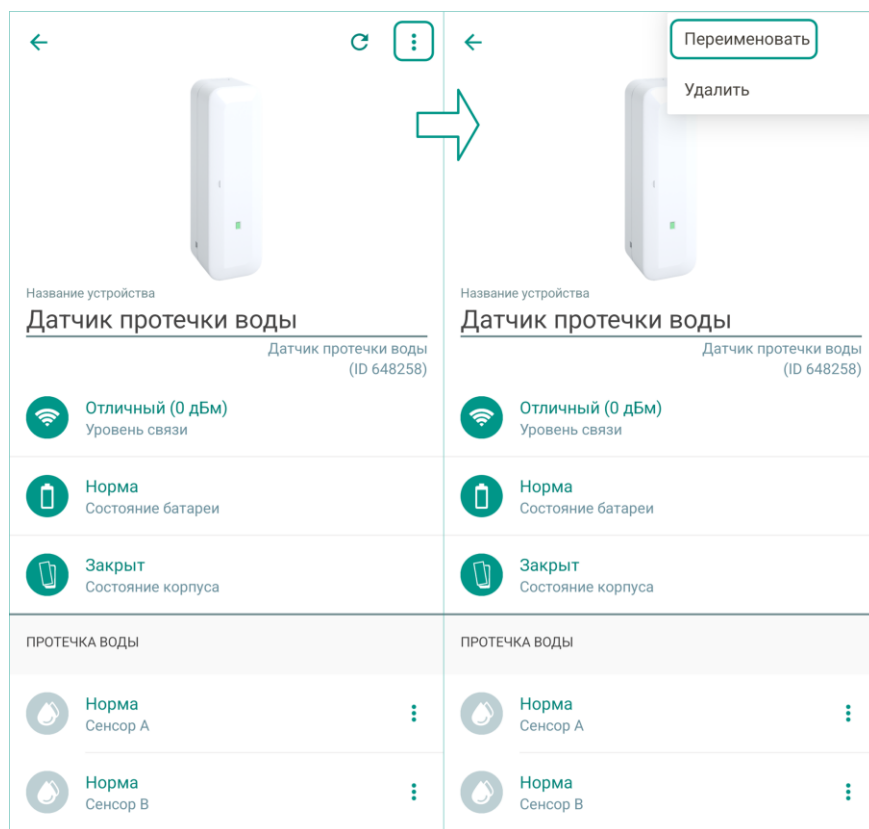

Рисунок 12.4 — Вызов меню на экране настройки радиоустройства
1. Откройте экран настройки радиоустройства в приложении (см. рисунок 12.4).